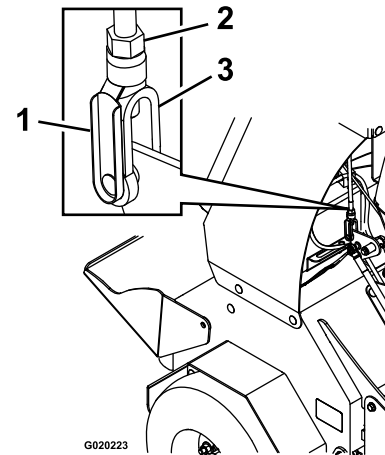

Figura 51
- B. Retire el pasador de muelle del conector de horquilla del acoplamiento de la palanca de control de tracción (Figura 51).
- Si la palanca de control **toca la barra de referencia**, gire el conector de horquilla (Figura 51) en sentido antihorario (visto desde la parte superior de la máquina).
- Si la palanca de control **no toca la barra de referencia**, gire el conector de horquilla (Figura 51) en sentido horario.
- D. Instale el pasador de muelle (Figura 51) y mueva la palanca de control hacia adelante.
- F. Retire el pasador de muelle, gire el tensor en sentido horario una vuelta más e introduzca el pasador de muelle (**Figura 51**).